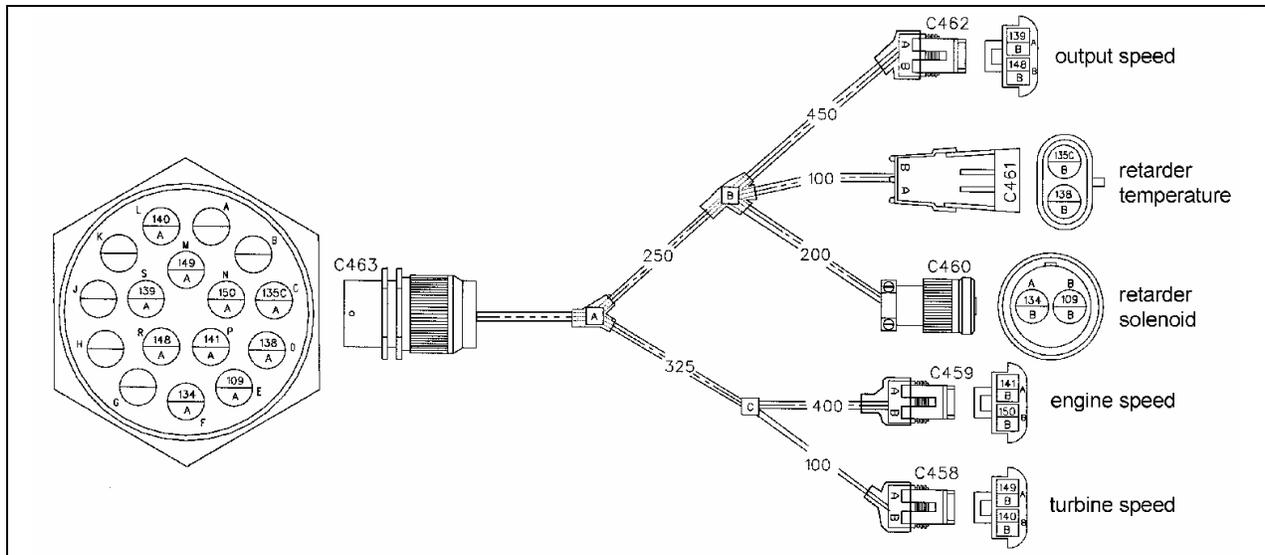
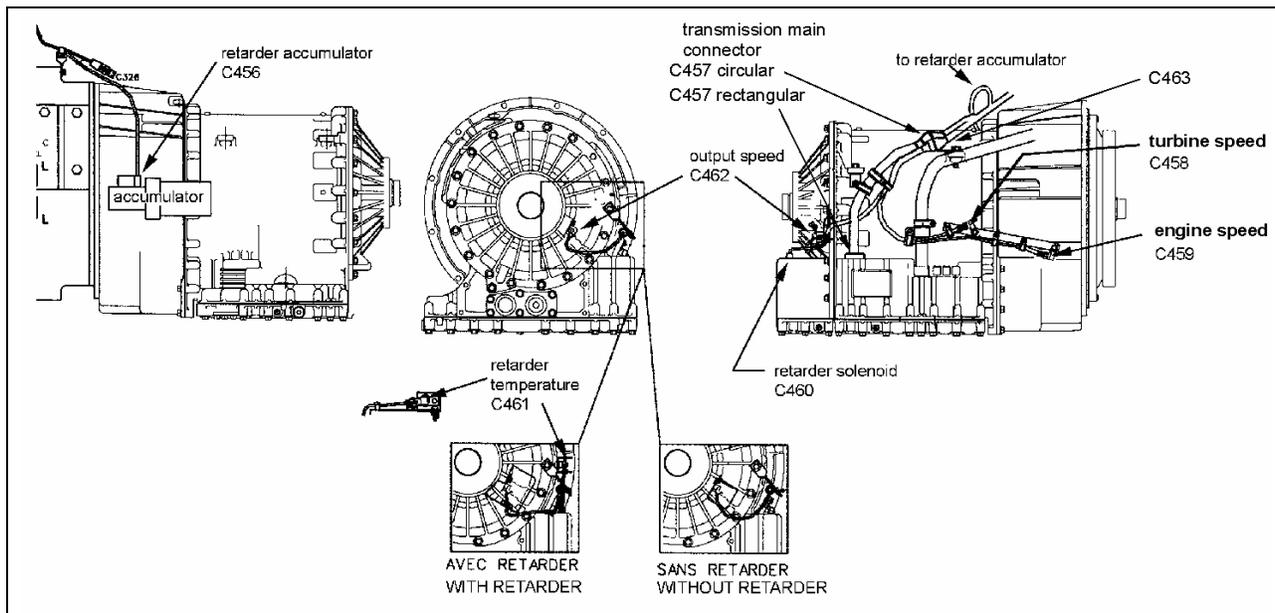
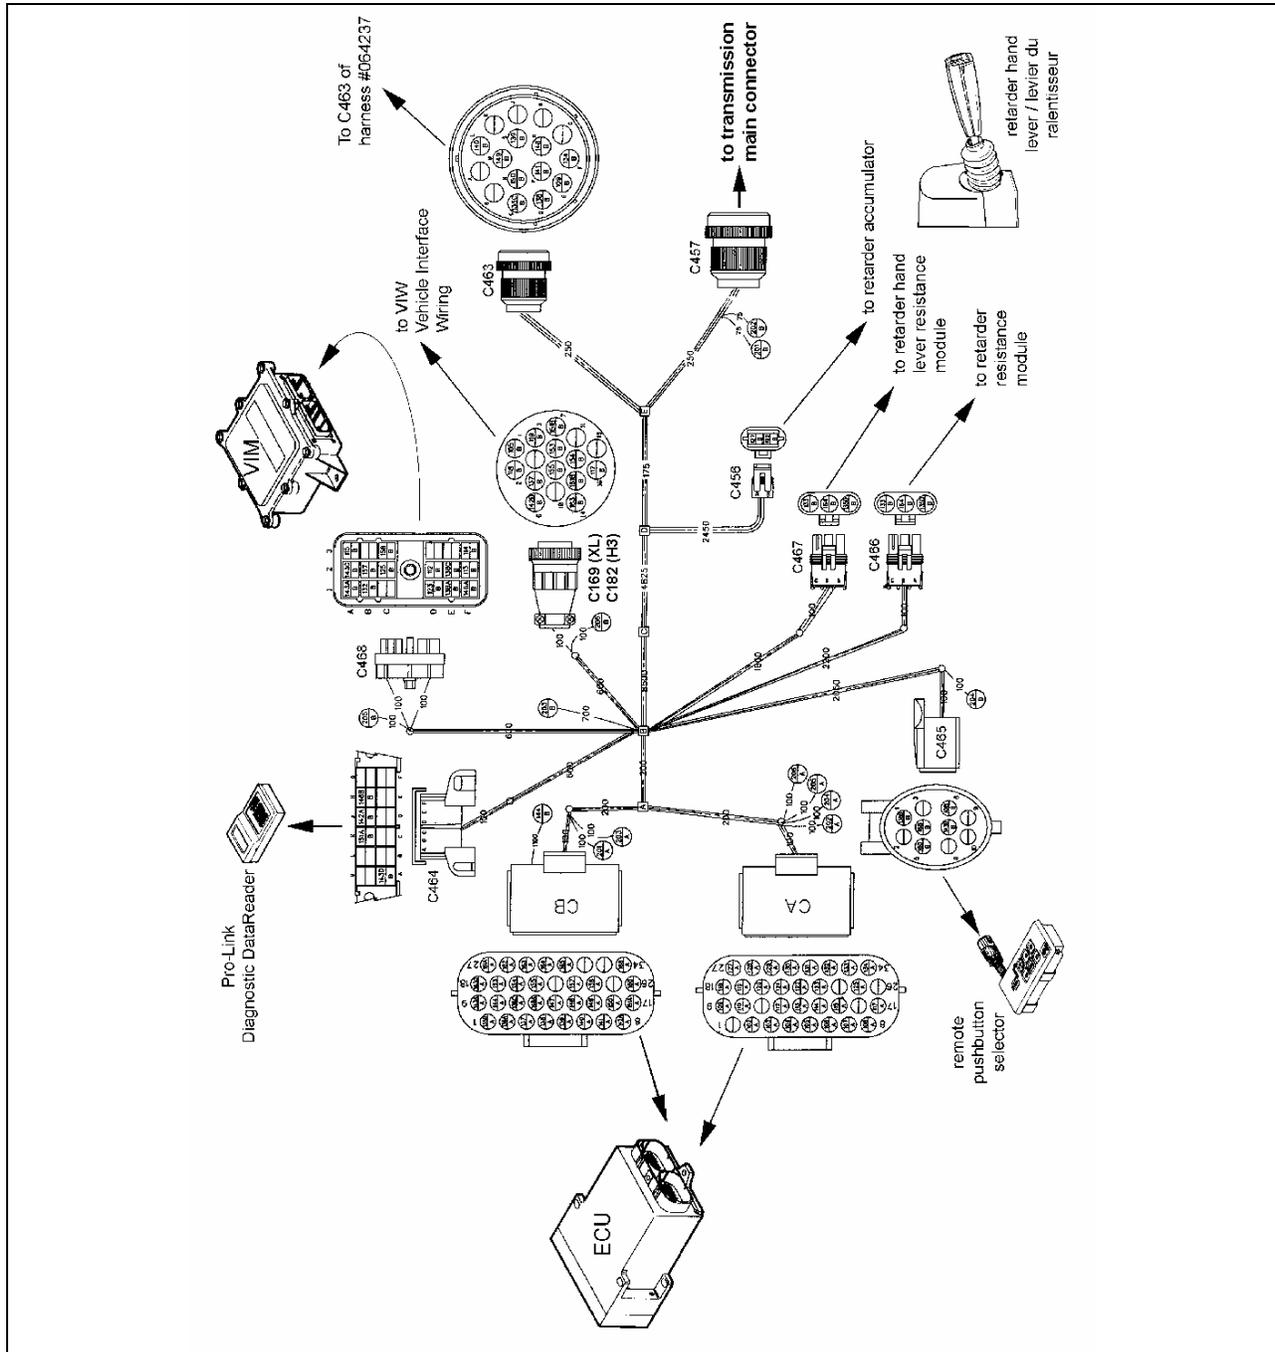

FIGURE 1: Câblage à la transmission #064237
FIGURE 2: Localisation du branchement des connecteurs des câblages #064237 (XL, H3), #064238 (H3), #064239 (XL)
FIGURE 3 : Câblage du véhicule #064238 (H3) ou #064239 (XL)
1. Débrancher tous les connecteurs du câblage de la transmission actuellement sur le véhicule. Ceux-ci se trouvent fixés au boîtier de la transmission (XL+H3), dans le compartiment électrique arrière (H3) et dans le compartiment de service avant (XL+H3) à l'autre extrémité du câblage (voir figure 2 et 3 en référence). Retirer complètement le câblage du véhicule.
2. Brancher les connecteurs du câblage de la transmission #064237 (figure 1) selon la figure 2. Si l'option ralentisseur de transmission (retarder) n'est pas présente sur le véhicule, garder les connecteurs propres à cette option et fixer les sur le câblage avec des attaches de nylon.
4. Dans le compartiment moteur, brancher le connecteur C463 au connecteur C463 du câblage #064237 et fixer en place à l'aide d'attaches de nylon. Brancher le connecteur C456 (figure 3) à l'accumulateur du ralentisseur de transmission (figure 2). Brancher le connecteur C457 au connecteur principal de la transmission C457. Ce dernier peut-être situé à deux endroits différents dépendamment s'il est de type circulaire ou rectangulaire (Packard) (voir figure 2 pour localiser les deux emplacements possible).